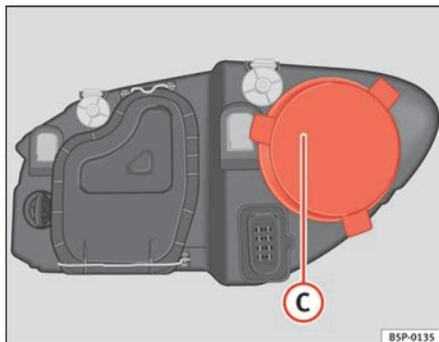

Fig. 166 Abbaglianti
- Rimuovere la copertura ⇒ fig. 166 ③ tirando dalla stessa.